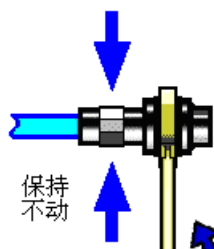

图 4-3 使用力矩扳手完成最后连接
c) 使用力矩扳手拧紧完成最后的连接，注意力矩扳手不要超过起始的折点，可使用辅助的扳手防止连接器转动。如图 4-3：